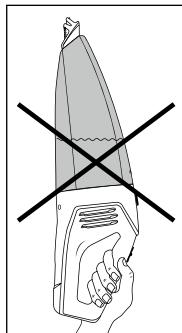

Fig. 3
- Si vous portez l'appareil à l'horizontale ou avec l'embout pour aspiration de liquides ① pointant vers le haut, une fuite de liquide peut se produire (voir fig. 3 et 4):